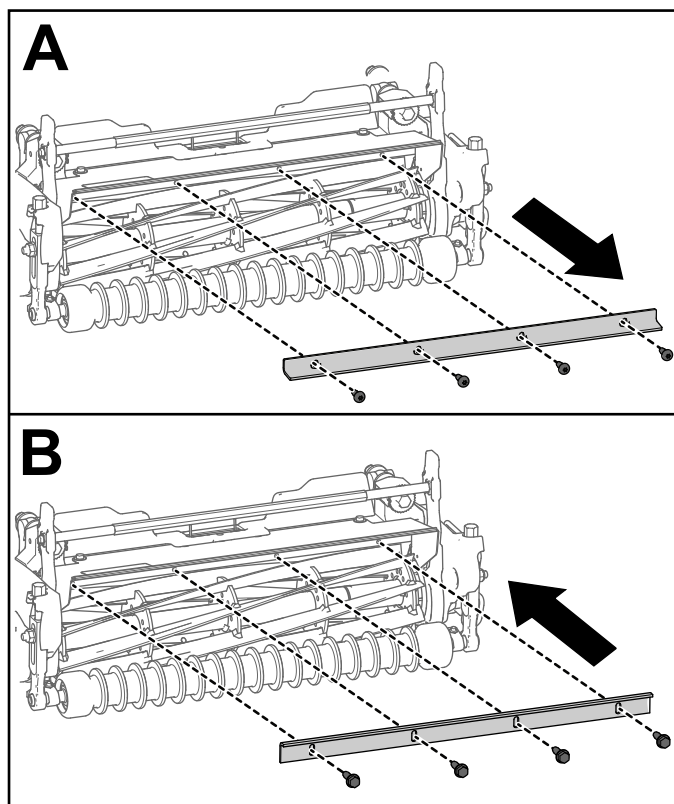

Figura 5
- Se i modelli 04657 e 04658 dell'apparato di taglio vengono utilizzati con qualsiasi altro trattorino Greensmaster 3300 o 3400, rimuovete la barra per la deviazione dell'erba e sostituirla con la barra di taglio (n. cat. 115-3303-03) e 4 bulloni (n. cat. 131-6150) come illustrato nella Figura 5.